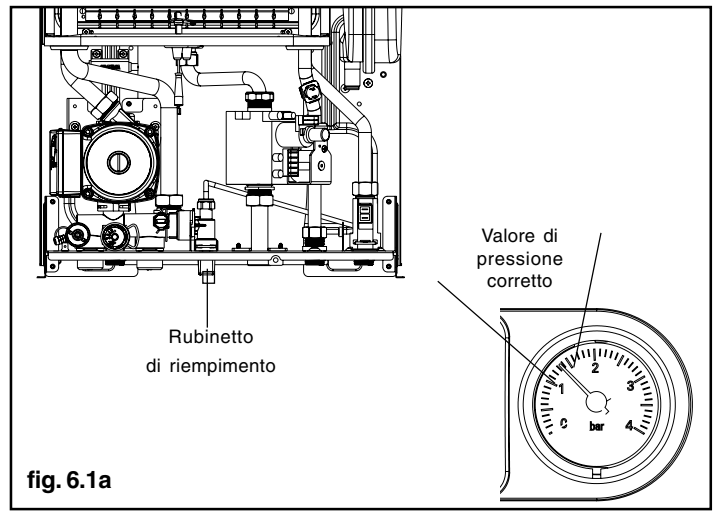

fig. 6.1a
- aprire il rubinetto di riempimento (fig. 6.1a) fino a che il valore di pressione sia compreso tra 1 e 1,5 bar.